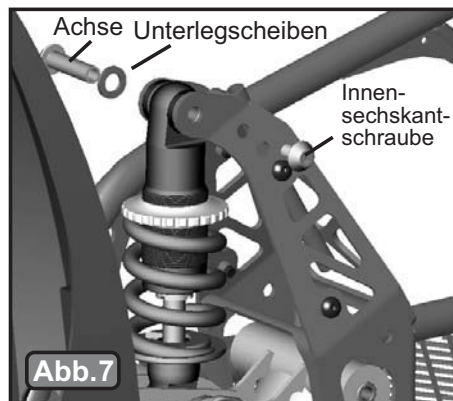

Abb. 7
D) Die obere Achse der Federung entfernen (Abb. 1), die Achse der Federung mit den Löchern im Stoßdämpfer ausrichten sowie Achse und Unterlegscheibe anbringen (Abb. 7). Mit zwei 5-mm-Innensechskantschlüsseln auf 70 cm-kg (60 in-lb) festziehen.